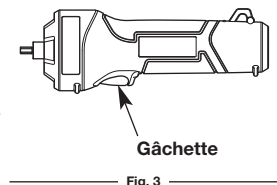

Fig. 3
2. Lorsque le démarreur est correctement inséré dans le moteur, pressez la gâchette en observant des intervalles de 4 secondes maximum chacun et ce, jusqu'à ce que le moteur démarre. (Fig. 3)